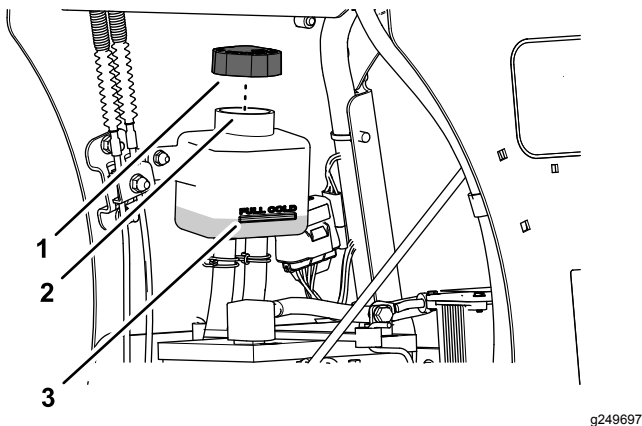

Figura 56
3. Retire el tapón del depósito de expansión y compruebe el nivel de fluido de transmisión del depósito (Figura 56).
4. Si es necesario, añada el fluido para transmisión especificado hasta que el nivel de fluido llegue a la línea FULL COLD del depósito de expansión (Figura 56).
4. Siga añadiendo fluido para transmisiones del tipo especificado hasta que llegue a la línea FULL COLD del depósito de expansión; consulte Figura 56 en Comprobación del fluido de la transmisión \(página 49\).